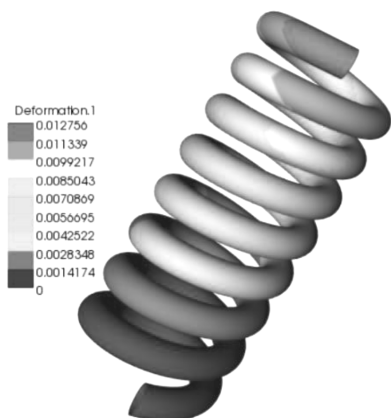

图 7-20 结果变形云图
(1) 单击并展开【Solutions】→【Solutions. 1】，右键单击【Solutions. 1】，从弹出的快捷菜单中选择【Create Deformation...】，弹出变形对话框，默认设置，单击【OK】关闭对话框。
(2) 右键单击【Solutions. 1】，从弹出的快捷菜单中选择【Create Failure...】，弹出失效对话框，选择【Failure Criteria Definition】= FailureCriteria. 1，其他设置默认，单击【OK】关闭对话框。
(3) 在工具栏中单击 数据更新。
(4) 在特征树上，右键单击【Deformation. 1】→【Show】，显示结果变形云图，如图 7-20 所示。